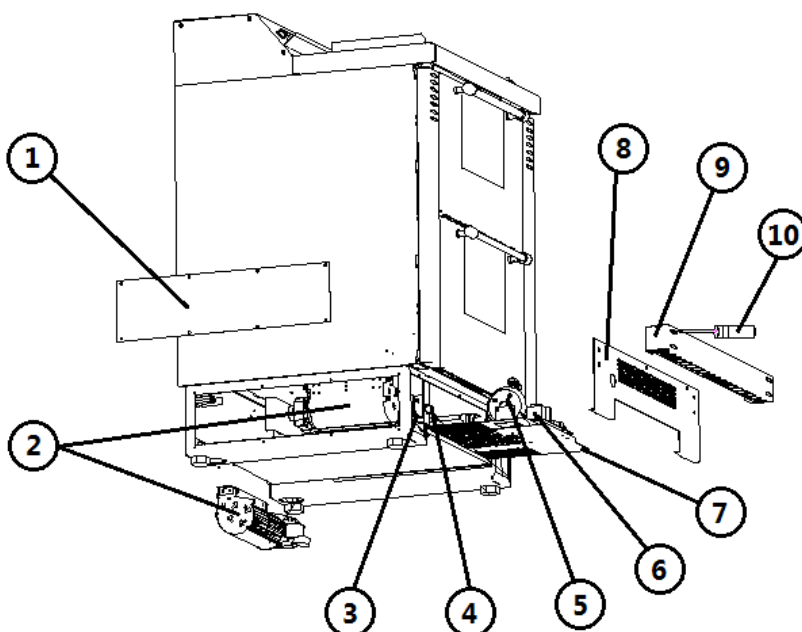

Fig. 36 - Vista laterale
LEGENDA Fig. 36 a pag. 32
- Sganciare il cruscotto inferiore allentando le 4 viti poste all'interno delle asole ellittiche dello stesso (vedi **Fig. 36 a pag. 32**).
- Svitare le 8 viti dei coperchi laterali destro e sinistro della base (vedi **Fig. 36 a pag. 32**).